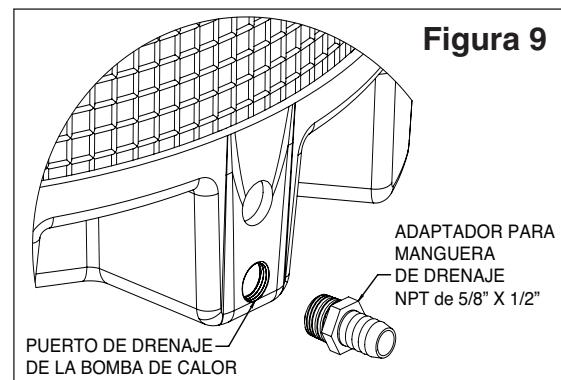

Figura 9
1. Enrosque la espiga para manguera de drenaje en el puerto rosado del drenaje que se encuentra en la base del calentador. Ver **Figura 9**.